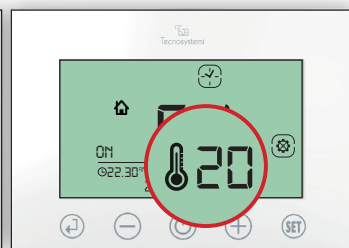

Fig.42
4.4 Impostare la temperatura desiderata per la fascia F4 (es. 20°C) e confermare con (↵). (Fig.42)